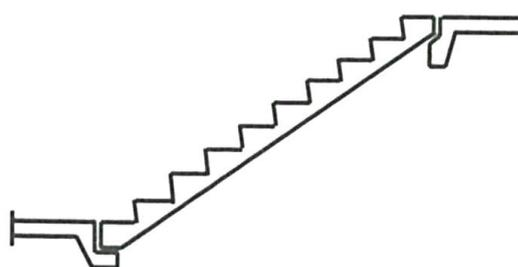

Рис. 1. Опирание лестничного марша на лестничные площадки
**Задача 1.** Обоснуйте и изобразите расчетную схему для железобетонного лестничного марша, опирающегося на лестничные площадки, как показано на рис. 1.